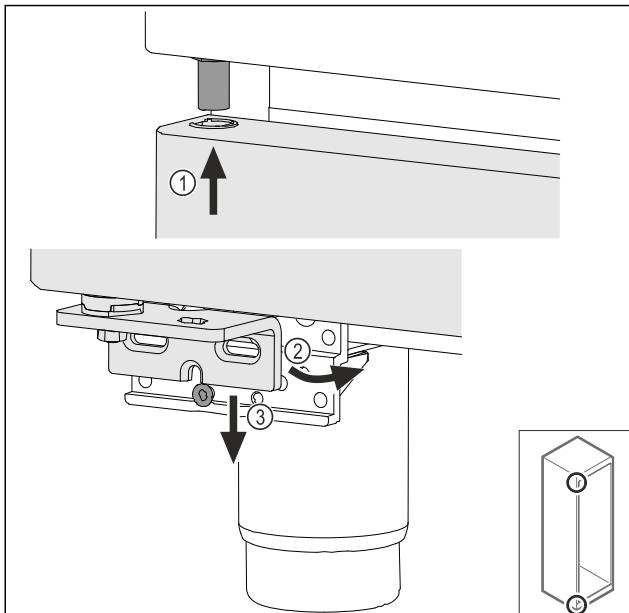

Fig. 70
- Naviňte hore zľahka naklonené dvere Fig. 70 (1), rovno vyrovnajte dvere Fig. 70 (2) a nasadťte ich dole na skrutku ložiskovej konzoly Fig. 70 (3).